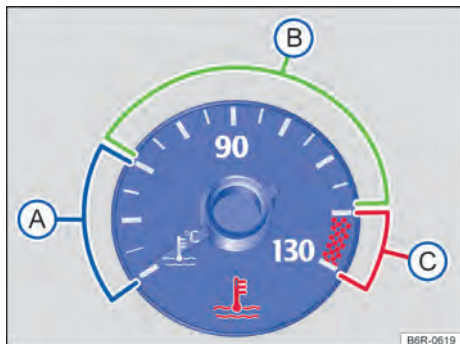

Fig. 194 Indicador de temperatura do líquido de arrefecimento do motor no instrumento combinado: (A) área fria; (B) área normal; (C) área de advertência.
Enquanto o ponteiro do indicador de temperatura do líquido de arrefecimento do motor estiver na zona fria \Rightarrow Fig. 194 (A), o motor não está aquecido à temperatura operacional e deve-se evitar rotações elevadas do motor, bem como forte demanda do motor.